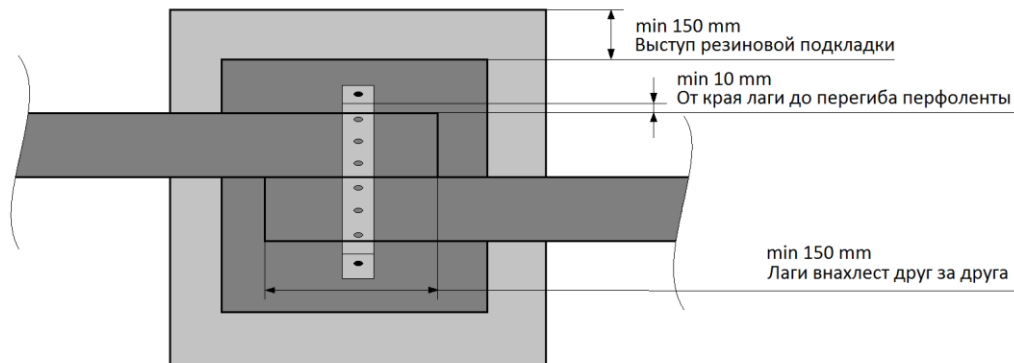

Рисунок 4
края плит на 150 мм (рис.4).
- Лаги, при необходимости их продолжения, укладываются внахлест друг за друга на 150 мм и крепятся перфорированной металлической лентой (рис.4).
- При закреплении лаг к основанию с помощью металлической перфорированной ленты предусмотрите зазор в 10 мм от каждого края лаги до линии перегиба перфоленты (рис.4) для компенсации температурного расширения;